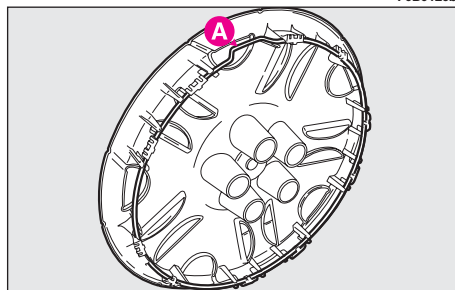

fig. 11
**23)** monte el embellecedor (para versiones/países, donde esté previsto) haciendo coincidir la ranura **A**-fig. 11 con la válvula de inflado de la rueda.